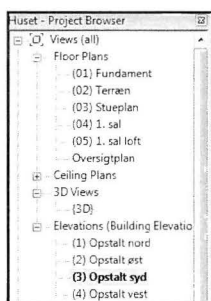

Fig. 09.98. Stå i opstalt syd i *Project Browseren*.
- Stå i en opstalt, fx. Opstalt syd i *Project Browseren* (Fig. 09.98).